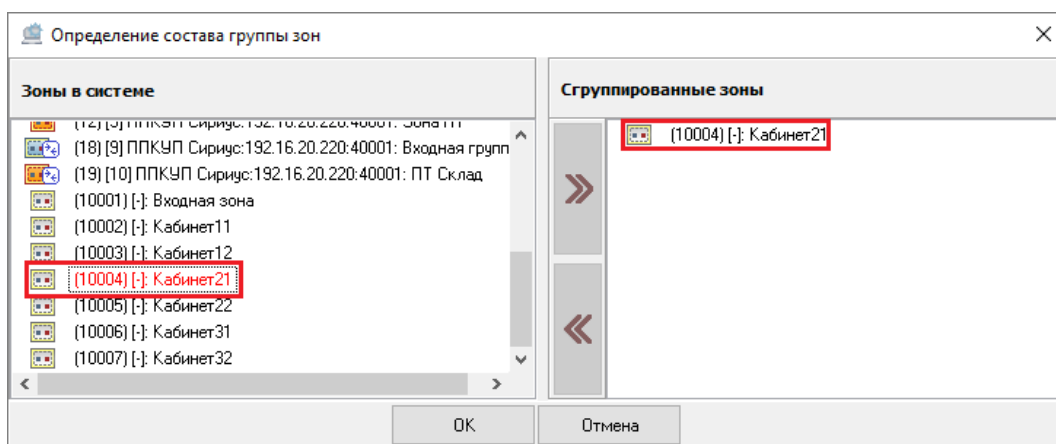

Рисунок 6-353 Выбранная системная зона
В поле **«Зоны в системе»** отображаются все системные и аппаратные зоны того рабочего места, для системной группы зон которого определяется состав. При этом для зон, выбранных в качестве составляющих настраиваемой группы зон, применяется маркировка **красным шрифтом** (см. Рисунок 6-353).
- дважды щелкните левой клавишей мыши по системной зоне в поле «Зоны в системе». Системная зона будет добавлена в поле «Сгруппированные зоны» (см. Рисунок 6-353);